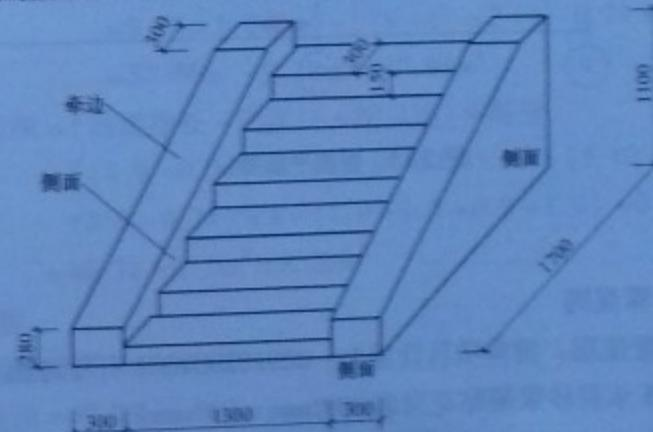

图 2-14 台阶示意图
**【例 2-14】** 根据图 2-14, 计算台阶水平投影面积、牵边面积和侧面面积。